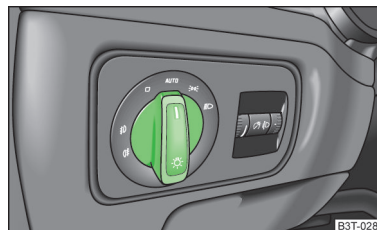

Fig. 33
Dacă comutatorul de lumini se află în poziția **AUTO** » fig. 33, lumina de poziție și lumina de întâlnire, precum și lămpile numărului de înmatriculare se activează, respectiv dezactivează automat.
- ✓ Comutatorul de lumini se află în poziția **AUTO** » fig. 33 la pagina 51.